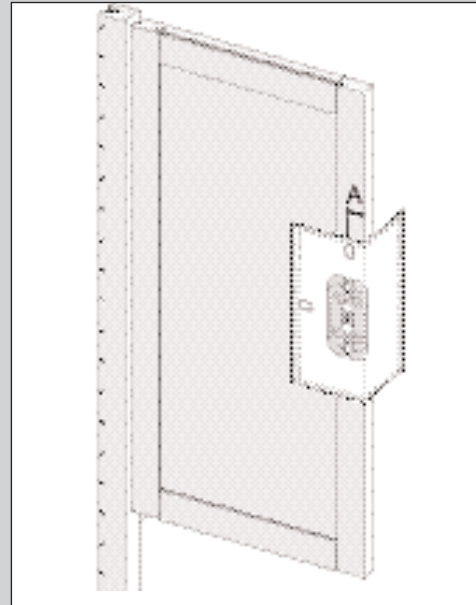

ABBILDUNG 32
4. Bestimmen Sie den gewünschten Abstand B zwischen der Ober- oder Unterkante der Tür und der Griff-/Knopfmitte (siehe Abb. 32). Wenn sich der Griff/Knopf in der Türmitte befindet, ziehen Sie dann eine feine horizontale Linie.